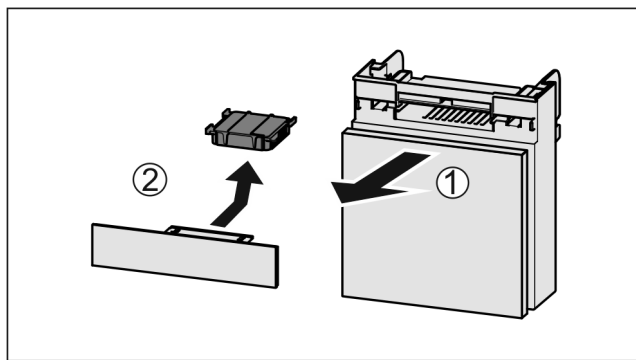

Fig. 242
- ▶ Вытянуть Fig. 242 (1) отделение движением вперед.
- ▶ Извлечение Fig. 242 (2) фильтра с активированным углем.